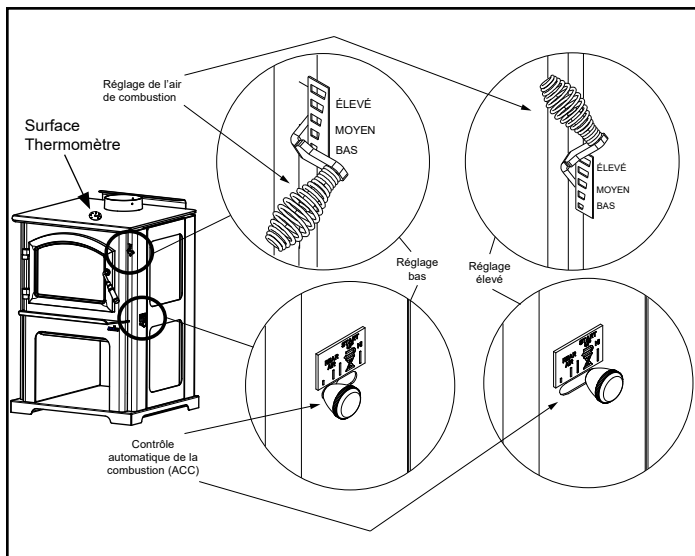

Figure 10.1
2. Deuxième étape: Pendant l'étape suivante de la combustion, le bois émet des gaz inflammables qui brûlent au-dessus du combustible en produisant des flammes intenses. Il est très important que les flammes ne s'éteignent pas à ce stade-ci de la combustion. Ceci garantira un feu aussi propre que possible. Si les flammes s'éteignent, le taux de combustion est réglé à un niveau trop bas pour entretenir la combustion. Le réglage d'air situé dans l'angle supérieur droit sert à régler le taux de combustion. Il est appelé réglage de l'air de combustion (Figure 10.1).
- Activez ensuite le système de minuterie ACC en poussant le bouton en position élevée, complètement vers l'arrière de l'appareil, puis ramenez-le vers l'avant de l'appareil jusqu'à ce que le bouton s'arrête (Figure 10.1).
Un thermomètre de surface vous indique quand régler la commande d'air et quand faire le plein, Figure 10.1.